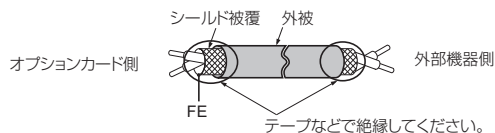

図 14 シールド線の末端処理
4. 図 14 を参考に電線の末端処理してください。配線時の締め付けトルクについては、「電線サイズと締め付けトルク」(38 ページ) を参照してください。すべての電線が確実に固定されているか、電線の被覆が端子台の挿入部に噛み込んでいないかを確認してください。また、はみ出した心線はすべて切断してください。